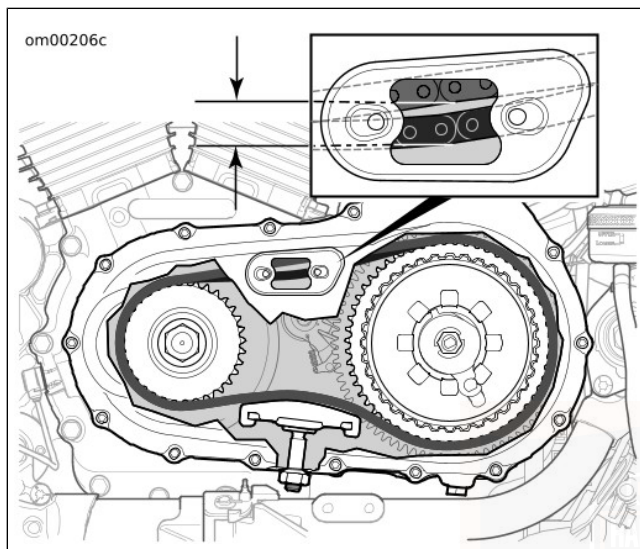

Figura 44. Gioco della catena della trasmissione primaria
3. Vedere Figura 44. Controllare la tensione della catena della trasmissione primaria misurando il gioco libero.